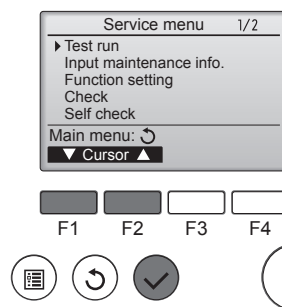

Fig. 8-1
- 1 Seleccione "Test run" (Testar funcio.) no menu Service (Assistência) e, em seguida, prima o botão [OK]. (Fig. 8-1)